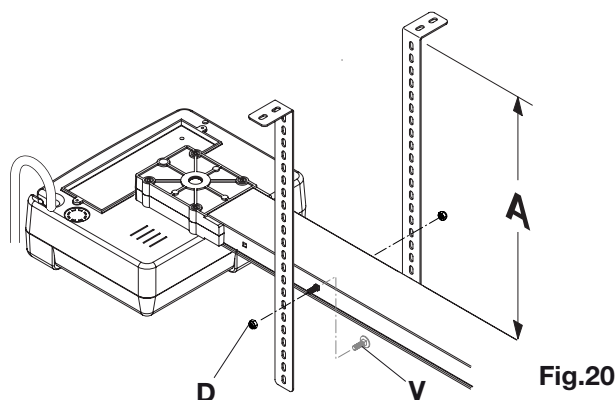

Fig.20
2) Appliquer les étriers JMP. 2 au guide (voir figure 20), en choisissant l'orifice qui correspond le plus possible à la valeur X du paragraphe "Contrôles préliminaires" puis les fixer en introduisant les deux vis V, en les bloquant avec les deux écrous D.